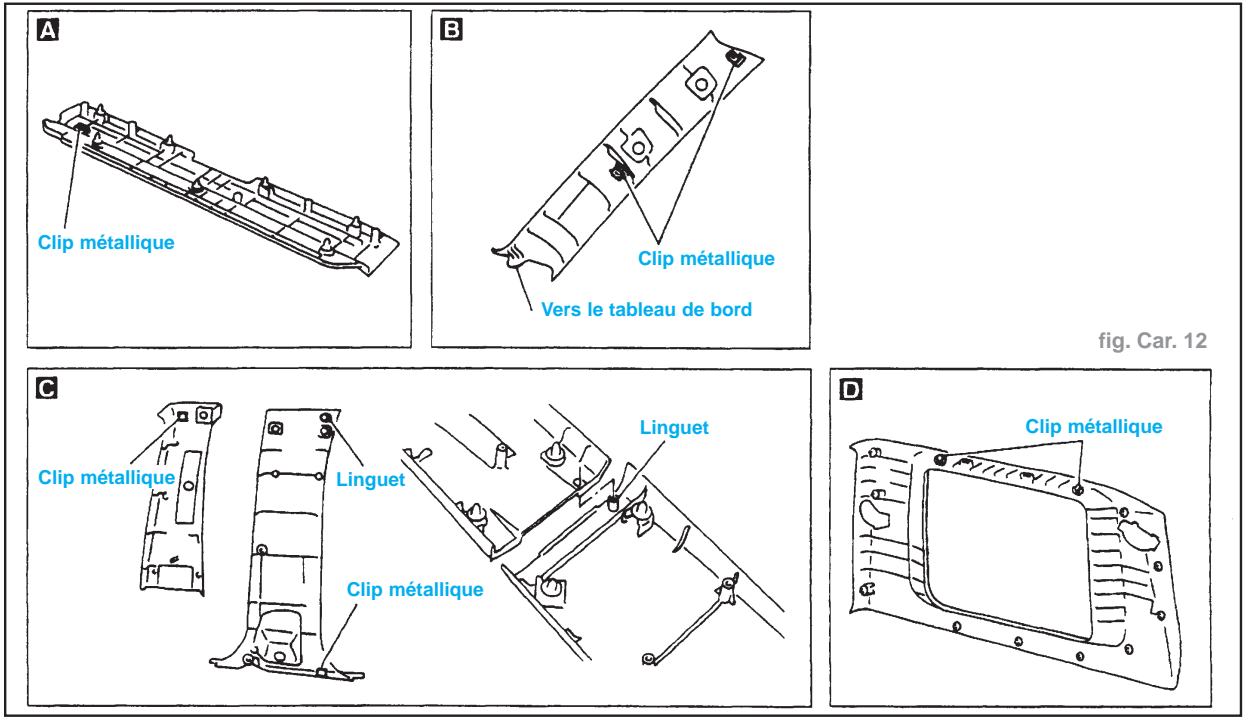

fig. Car. 12
- Voir (fig. Car. 12 et 13)
- 3 Les bordures de marchepied avant et arrière (A).